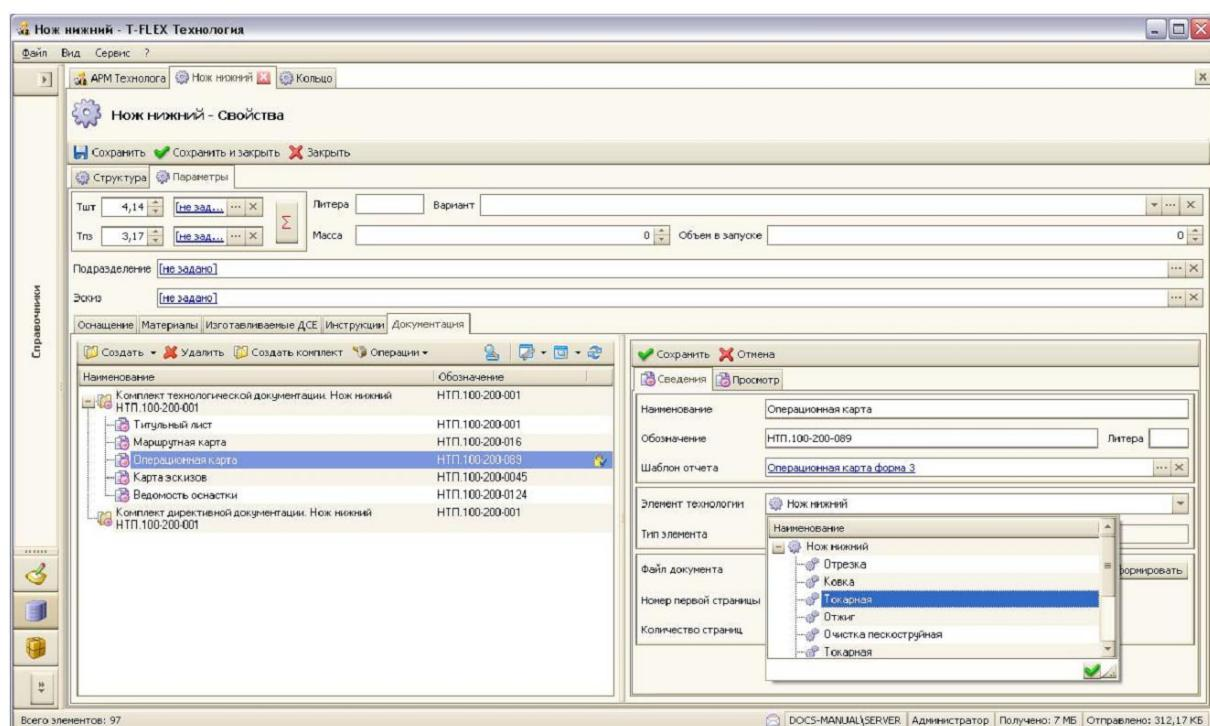

Рис. 84 Выбор карт по элементам технологического процесса для комплекта документации
*Комплектов документации может быть несколько. Например, можно дополнительно создать комплект директивной технологической документации (рис. 84) или комплект технологической документации для заказчика.*
3. Далее формируем состав комплекта, назначая типы документов комплекта и указывая на какие элементы техпроцесса создается та или иная карта (рис. 84).